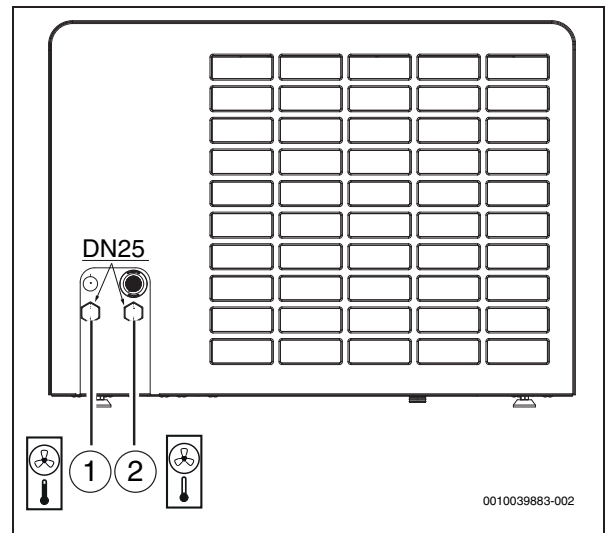

Bild 25 Anschlüsse der Wärmeträgerrohre; Beschreibung gilt für alle Größen
- ▶ Vorlaufleitung zur Inneneinheit an den Wärmeträgerausgang anschließen (→ [1], Abbildung 25).
- ▶ Rücklaufleitung von der Inneneinheit an den Wärmeträgereingang anschließen (→ [2], Abbildung 25).